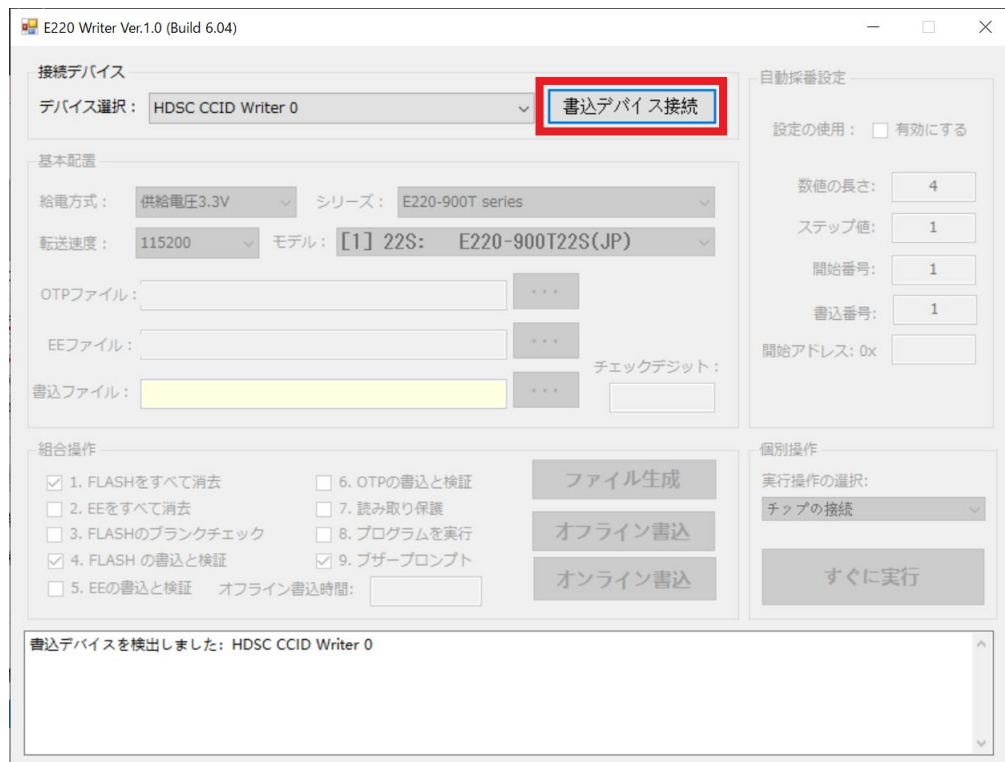

図 7 ソフトウェア起動画面
3. ソフトウェアが起動したら図 7 の[書込デバイス接続]ボタンをクリックします。デバイス選択が自動選択されていない場合は、図 7 の通り選択してください。